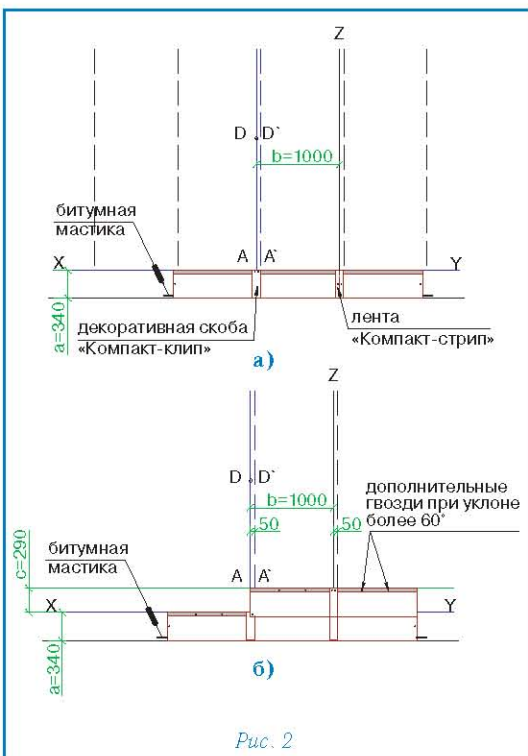

Рис. 2
Укладка материала (рис. 2)
- укладка черепицы начинается от линии AD, при этом ее верхний край выравнивается по линии XY (рис. 2а);
- листы первого ряда укладываются встык и фиксируются двумя гвоздями по центру коротких сторон на расстоянии 2 см от края (рис. 2а);
- правая сторона скобы «Компакт-клип» выравнивается по линии A'D' и фиксируется двумя гвоздями через специальные отверстия (рис. 2а);
- листы второго ряда черепицы укладываются от линии AD, их нижний край выравнивается по линии, параллельной XY; каждый лист фиксируется двумя гвоздями в 2,5 см от нижней стороны; стыки закрываются декоративными скобами «Компакт-клип», которые также фиксируются двумя гвоздями (рис. 2б);
Каждый лист ПРЕСТИЖ НОВЫЙ РИМ закрепляется четырьмя гвоздями, в соответствии с рекомендациями, приведенными выше (рис. 2б).
При укладке материала на скатах с уклоном более 60° каждый лист дополнительно фиксируется двумя гвоздями в верхней части (рис. 2б).